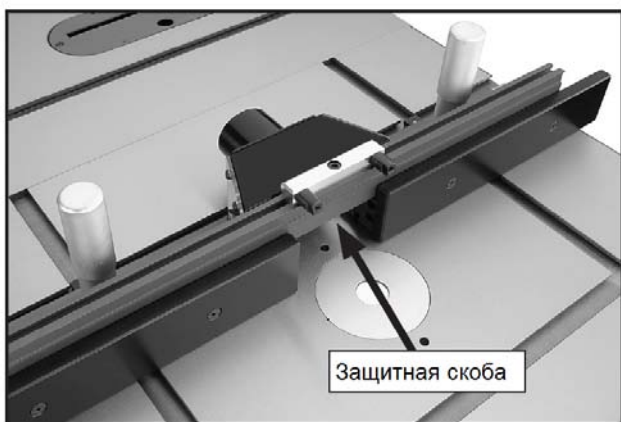

Рис. 10: Отцентрированная защитная скоба.
11. Проденьте квадратную гайку защитной скобы в верхний T-образный паз упора, отцентрируйте ее с вытяжным штуцером, затем затяните винт, чтобы зафиксировать ее на месте, как на рис. 10.